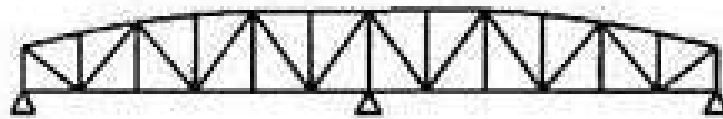

Рис. 3
77. Определить конструктивную схему фермы на рис.3: